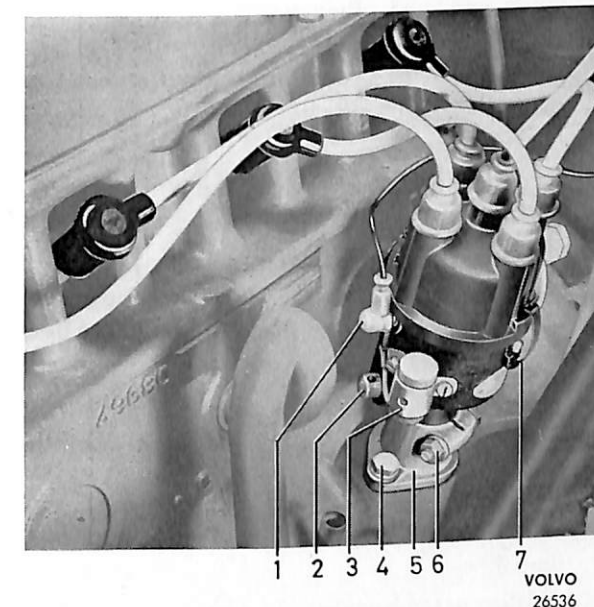

Bild 56. Fördelaren monterad.
3. Lossa primärledningen 1, bild 56.
5. Lossa skruven 6, bild 56 och lyft upp för-delaren.